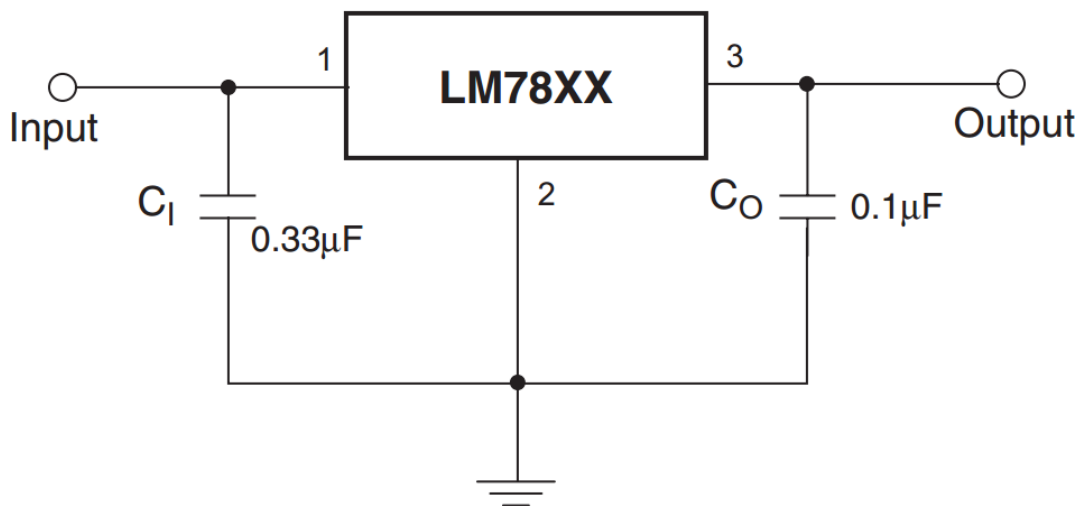

Рисунок 1. Типовое включение микросхемы L7805ACV (LM7805).
- Типовое включение микросхемы **L7805ACV (LM7805)** по спецификации производителя представлено на рис. 1. Сглаживающие фильтры **$C_I = 0,33$ мкФ, $C_O = 0,1$ мкФ**.